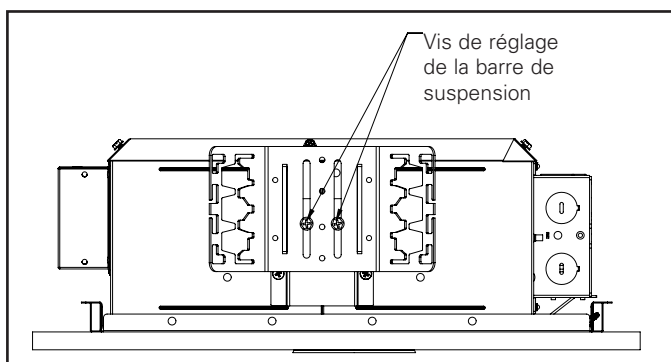

Figure 6.
- Le support de la barre de suspension doit être ajusté au besoin (vis, consultez la Figure 6).